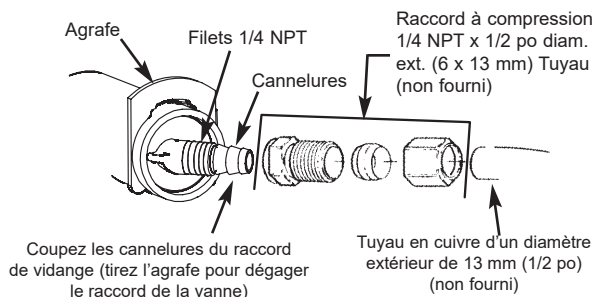

FIG. 4
- Vanne simple de dérivation : placez les joints toriques lubrifiés dans la vanne, puis insérez-la dans les orifices d'entrée et de sortie (cf. Figures 4 et 5).
- Dérivation à 3 robinets : placez un joint torique lubrifié dans chaque adaptateur de montage en plastique; insérez un adaptateur dans l'orifice d'entrée, puis l'autre dans l'orifice de sortie de la vanne de dérivation (cf. Figures 4 et 5).
Une conduite d'eau froide en métal sert souvent à la mise à la terre du système électrique de l'habitation. L'installation de la dérivation à trois robinets, illustrée à la Figure 4, maintiendra la continuité de terre. Mais la continuité sera rompue si vous installez une dérivation en plastique. Pour rétablir la continuité, procédez comme suit :
- Prenez une longueur de tuyau, diamètre intérieur de 1/2 po (13 mm), puis fixez-le au raccord de vidange de la vanne avec un collier de serrage (cf. Figure 4 à la page 6).
- Faites déboucher le tuyau sur un point de vidange approprié (avaloir de sol, puisard, cuve à lessive, etc.). Consultez et observez les codes locaux. Reportez-vous à la Figure 4 à la page 6 si les codes prescrivent une longueur de tuyau rigide.